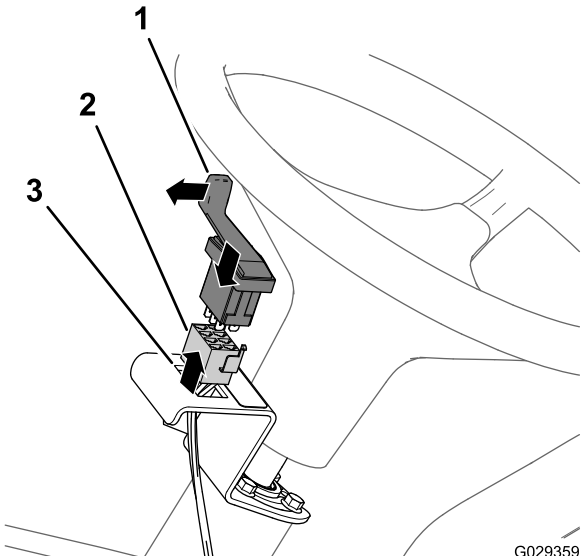

图26
- 将开关安装到支架上，并按下开关，直到其牢固卡入开口（图26）。